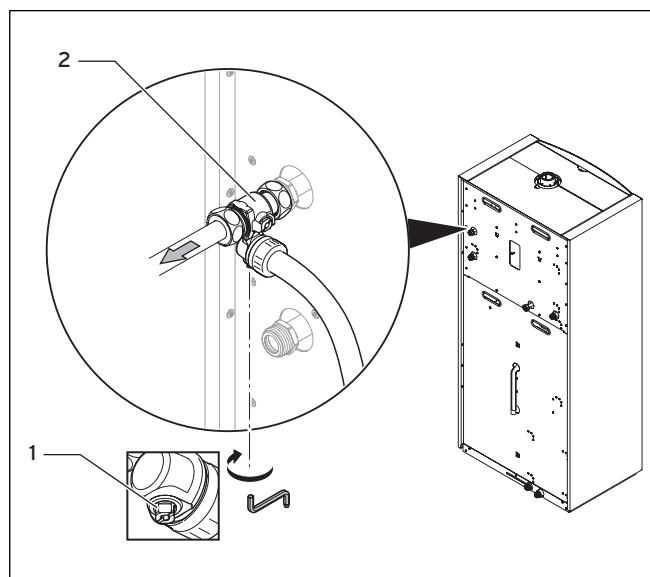

Abb. 7.17 Wartungshahn am Speichervorlauf öffnen
- Öffnen Sie den Wartungshahn (1) am Speichervorlauf (2) (→ **Abb. 7.17**).